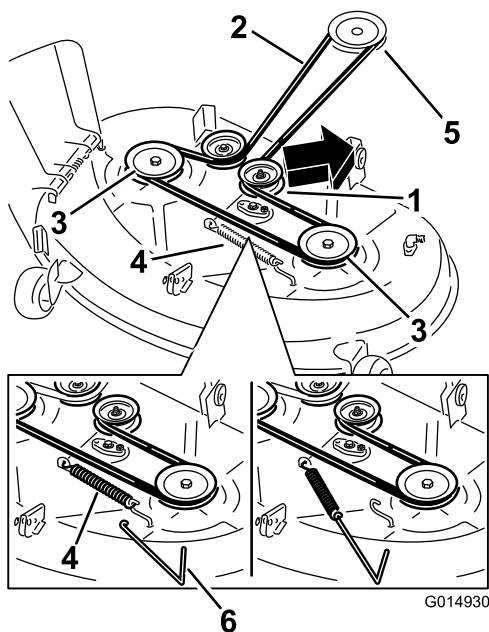

Figura 69
5. Utilize um removedor de molas (Peça Toro n.º 92-5771) para remover a mola intermédia do gancho da plataforma para retirar tensão da polia intermédia e rode a correia para fora das polias (Figura 69).
6. Coloque a nova correia em redor da polia do motor e nas polias do cortador (Figura 69).
7. Utilize um removedor de molas, instale a mola intermédia por cima do gancho da plataforma para colocar tensão na polia intermédia e na correia do cortador (Figura 69).